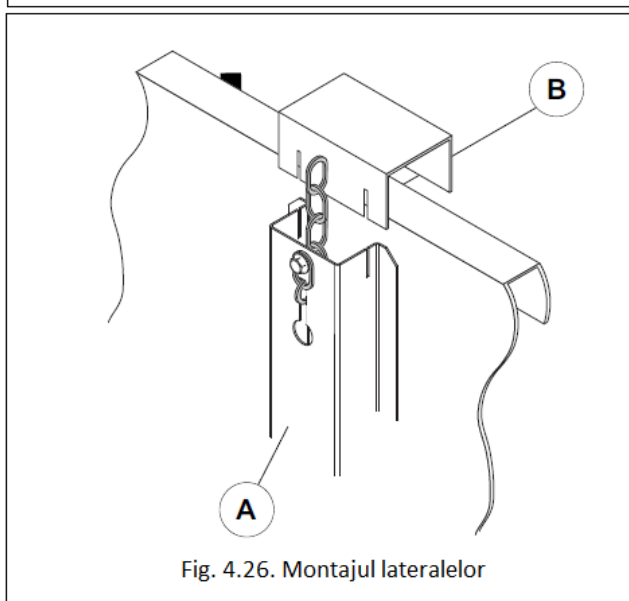

Fig. 4.26. Montajul lateralelor
- 7) Se fixeaza lateralele prin intermediul suportilor (vezi fig. 4.26.)
8) Pentru a potrivi lateralele la suporti se fixeaza piesa in forma de "U" impingand in ghidajele speciale (A) astfel incat fantele (B) sa fie pozitionate ca in Fig. 4.26.